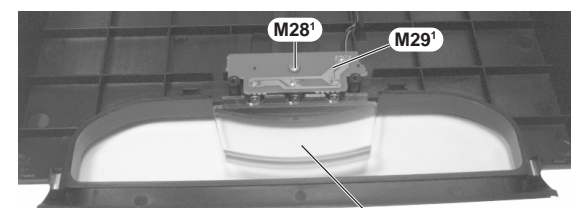

Fig. 9
- Schraube **M28¹** der CD-Beleuchtungsplatte **M29¹** herauserschrauben (Fig. 9).
- Die Leiterplatte **M29¹** und der Lichtleiter **M30¹** können aus dem Gehäuseoberteil M32¹ herausgenommen werden (Fig. 9).
- Undo screw **M28¹** on the CD-LED circuit board **M29¹** (Fig. 9).
- Circuit board **M29¹** and fiber-optic light guide **M30¹** can be taken out from the cabinet top M32¹ (Fig. 9).